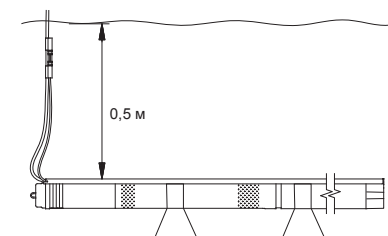

Рис. 8 Установка в горизонтальном положении
- для установки в горизонтальном положении: минимальное расстояние 0,5 м от всасывающего патрубка насоса до динамического уровня воды (см. рис. 8).